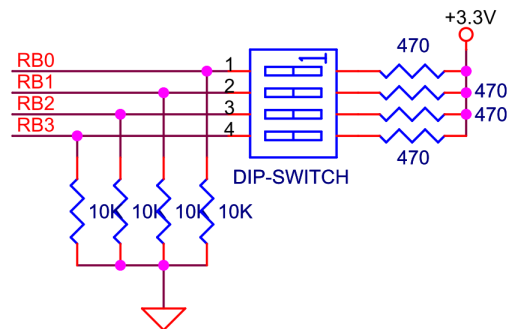

Figura 6. *Dip-switch* de 4 posições ligado a 4 bits do porto B.
7. Escreva um programa que leia o valor do *dip-switch* de 4 bits (ligado aos portos **RB3** a **RB0**, Figura 6), faça a conversão para o código de 7 segmentos respetivo e escreva o resultado no *display* menos significativo (não se esqueça de configurar previamente os portos **RB3** a **RB0** como entradas).